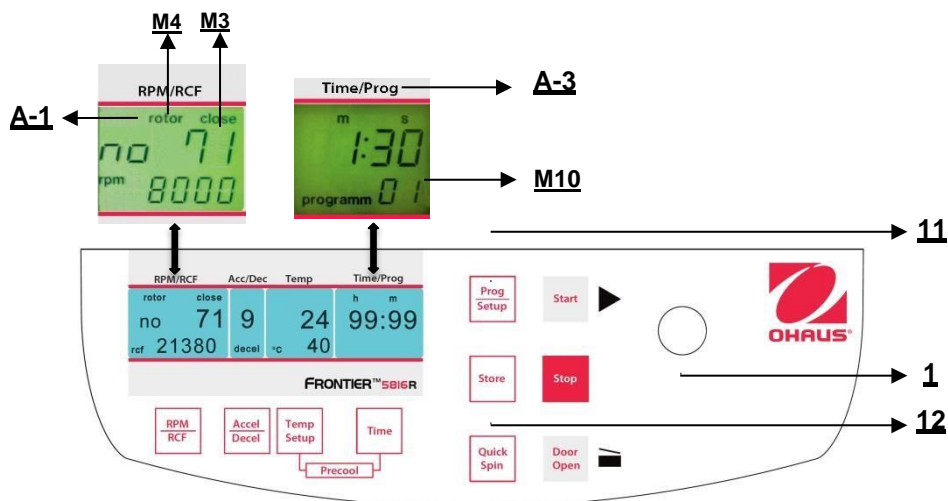

Abbildung. 25
Um den Programmmodus zu verlassen, drücken Sie lediglich die Taste **"Prog/Setup"** (11) (siehe Abbildung 25). Dann erscheint innerhalb der Anzeige **"Time/Prog"** das Wort **"programm--"**.